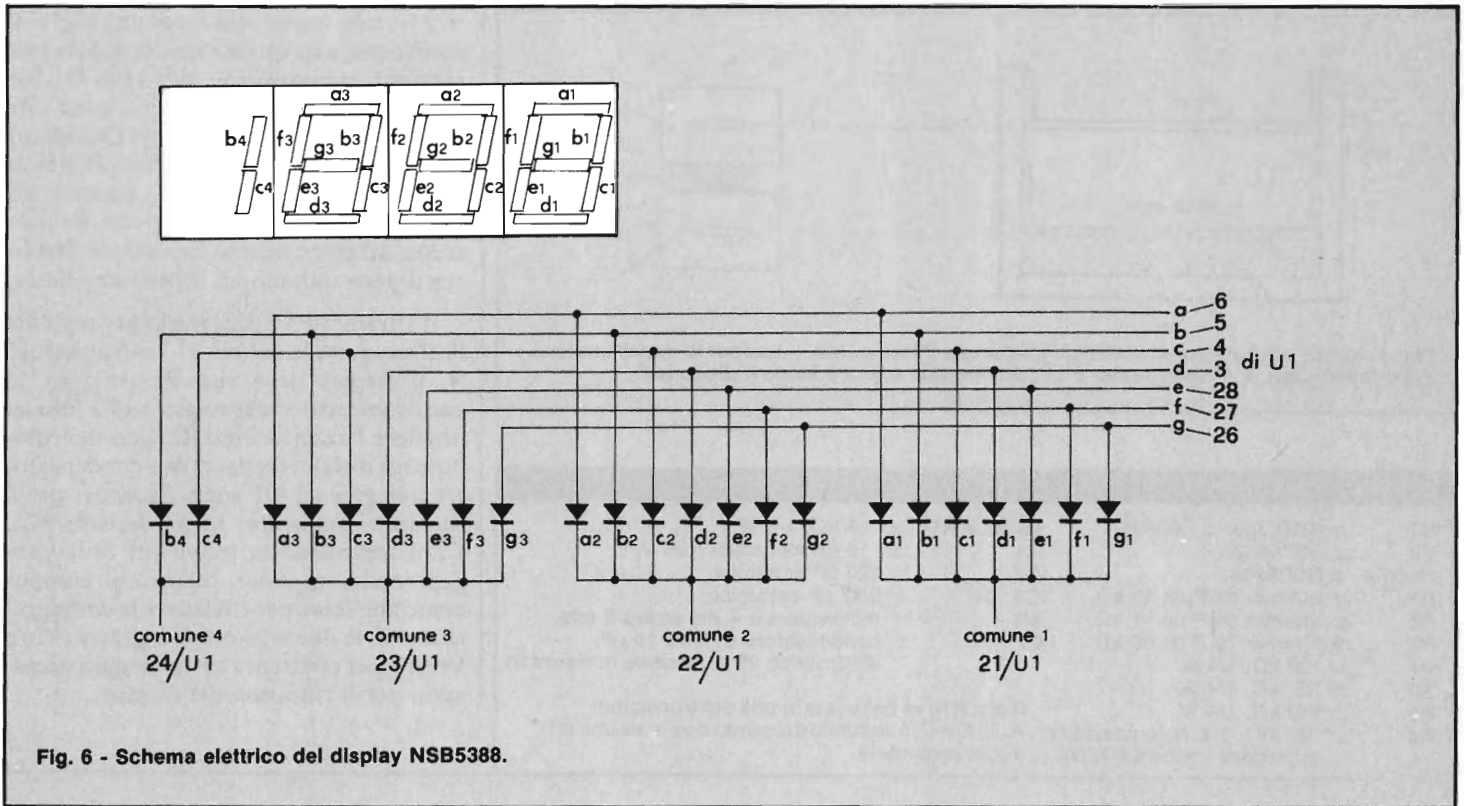

Fig. 6 - Schema elettrico del display NSB5388.
- i sette segmenti di ognuno sono comuni ai restanti, quindi tutti in parallelo, e collegati all'integrato tramite delle resistenze da 47Ω che limitano le correnti su ogni segmento (vedi Fig. 6);